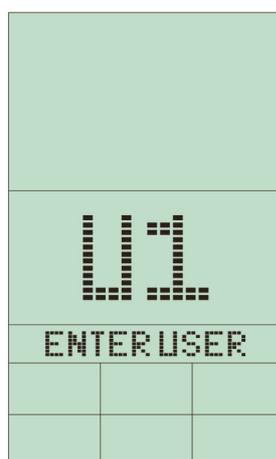

Figure 3
2. Pour sélectionner un compte utilisateur, utilisez la molette de défilement puis validez votre choix en appuyant sur ENTER (fig. 3 et 4).